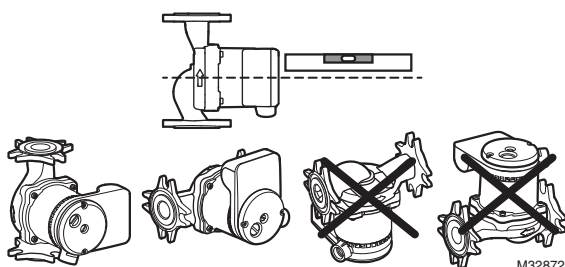

Fig. 5. Instale la bomba de manera que el eje del motor quede horizontal.
- Una flecha en la carcasa del motor indica la dirección del flujo (consulte la Fig. 5).
| Ruido chirriante            | Aire en la bomba.   | <ul style="list-style-type: none"> <li>Verifique que haya agua en el sistema y que las válvulas de servicio estén abiertas.</li> <li>Verifique que la bomba esté instalada de manera que el eje del motor esté horizontal (Fig. 5).</li> <li>Purgue la bomba.</li> </ul>                                |